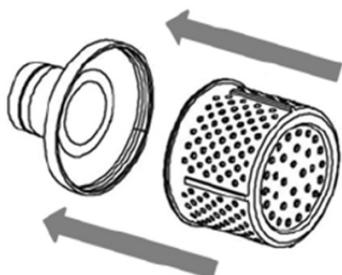

Рис. 9 Сборка всасывающего фильтра
- Соедините верхнюю и нижнюю часть всасывающего фильтра (Рис. 9).